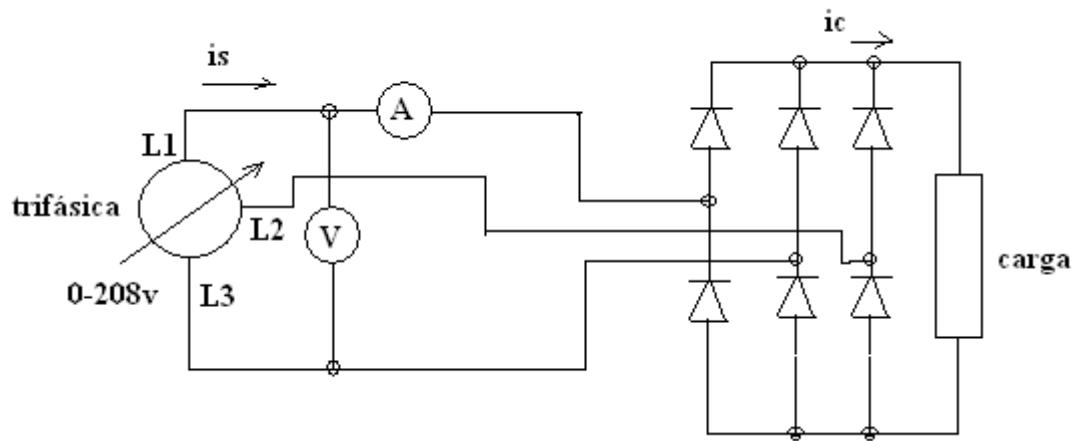

figura 2.4: Rectificador trifásico onda completa.
8. Arme el circuito de la figura 2.4: